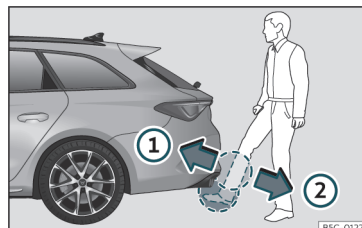

Fig. 88 Portellone del bagagliaio con apertura controllata da sensore (Easy Open).
- Con un movimento rapido, avvicinare un piede e la parte inferiore della gamba il più possibile al paraurti. La parte inferiore della gamba deve avvicinarsi alla zona del sensore superiore e il piede alla zona del sensore inferiore >>> **fig. 88** ①.
- Togliere rapidamente il piede e la parte inferiore della gamba dalle zone dei sensori »» **fig. 88 ②**. A questo punto il portellone posteriore si apre automaticamente.